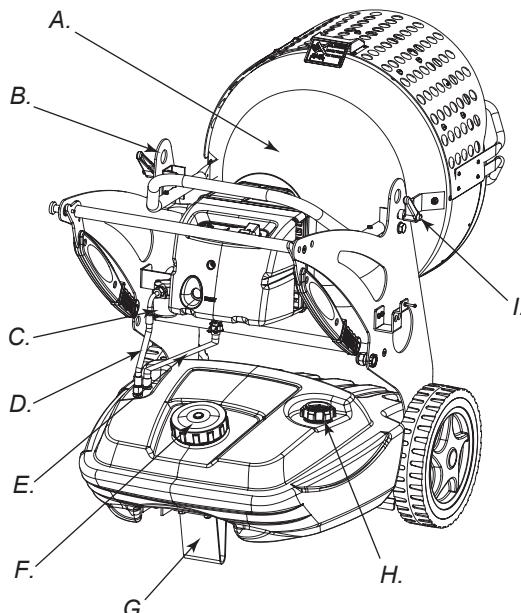
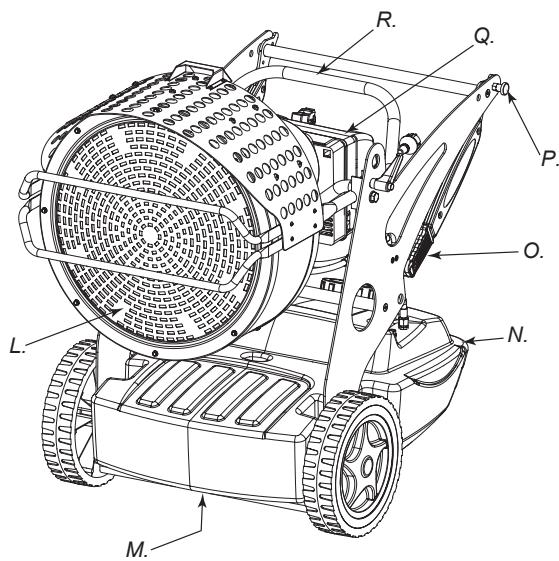
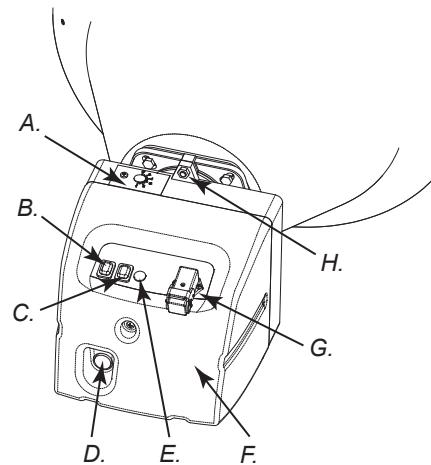
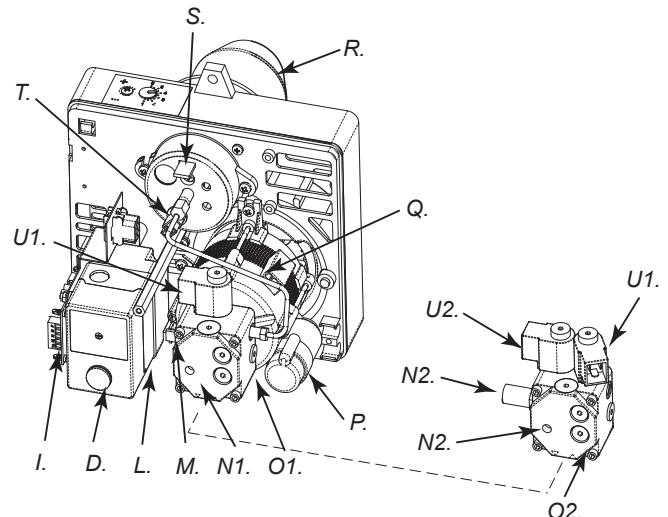

Abbildung 3
Abbildung 4
Abbildung 5 - Schaltung
Abbildung 6 - Brennerkomponenten
- Svitare la vite (H Fig. 5) che blocca il bruciatore alla camera di combustione (A Fig. 3).
- Estrarre il bruciatore dalla camera di combustione (vedi Fig. 3).
Den Schalter (B Abb. 5) in Position ON (I) bringen. Die Vorventilation schaltet sich ein. Nach ca. 10 Sekunden beginnt die Verbrennung.
**ACHTUNG:** Vor die Ausschaltung achten sie das die Taste (C Abb. 5) in Position ist.
Um die maximale Stärke zu erreichen, bringen sie die Taste (C Abb. 5) in Position .
Bei der ersten Inbetriebnahme oder nach der vollständigen Entleerung der Brennstoffleitungen, kann der Brennstofffluss an der Düse unausreichend sein und zum Einschreiten der Sicherheitsvorrichtung führen, welche die Flamme kontrolliert (siehe Absatz „SICHERHEITSVORRICHTUNG“). Diese schaltet das Heizgerät aus. In diesem Fall warten Sie bitte etwa eine Minute, drücken dann den RESET-Knopf (D Abb. 5 or 6) und schalten den Apparat erneut ein.
1. Überprüfen Sie, ob sich noch Brennstoff im Tank (N Abb. 4) befindet.
2. Den RESET-Knopf (D Abb. 5 or 6) drücken.
**ACHTUNG:** Vor die zweite Zündung (Gerät ausgeschaltet und ausreichend kühl) versichern sie die Schrauben die das vorhergehende Umlenkblech (L Abb. 4) blockieren.
Den Schalter (B Abb. 5) in Position OFF (O) bringen oder, falls angeschlossen, das Umgebungsthermostat oder die Kontrollvorrichtung (Timer) richtig einstellen. Die Flamme erlischt und die Ventilation wird fortgesetzt bis die Nachventilation (Abkühlung) abgeschlossen ist.
Das Gerät ist mit einer Sicherheitsvorrichtung (L Abb. 6) ausgestattet, welche die Flamme kontrolliert. Wenn Unregelmäßigkeiten während des Betriebes auftreten, bewirkt diese Vorrichtung die Störabschaltung des Brenners und das Aufleuchten des RESET-Knopfes (D Abb. 5 and 6).
Der Generator kann leicht umgestellt werden, außerdem kann er auch angehoben und, mittels spezieller Ringschrauben, auf unterschiedlichen Höhen genutzt werden (B Abb. 3 oder Abb. 7). Man kann ihn also befestigen und anheben, um ihn dort einzusetzen, wo erwärmt, aufgetaut und getrocknet werden soll.
Das Heizgerät kann mit einem drehbaren Rad (G Abb. 3) versehen sein. In diesem Fall kann das Gerät je nach Bodenbeschaffenheit wie ein Wagen geschoben werden. Wenn das Heizgerät nicht über ein drehbares Rad verfügt, muss man den Feststellstift (P Abb. 4) lösen, der sich seitlich am Rahmen des Gerätes befindet. Die in der „Ruheposition“ (Abb. 8) befindlichen Griffe herunterziehen. Die Griffe drehen und in die „Bewegungsposition“ bringen (Abb. 9). Den Heizstrahler anheben und ihn auf den Vorderrädern schieben.
- Bauen Sie den Brennercoffer ab (F. Abb. 5), die Pumpe des Brenners (O. Abb. 6) kennzeichnen.
- Die Schraube (H Abb. 5) lösen, welche den Brenner (A Abb. 3) am Verbrennungsraum festhält.
- Den Brenner aus dem Verbrennungsraum ziehen (Abb. 3).